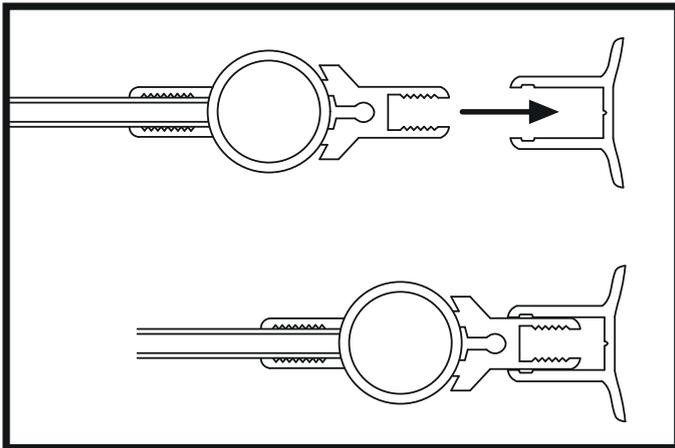

Abbildung 5
10. Stellen Sie sicher, dass das Glas in der richtigen Position innerhalb des Scharnierstangenprofils fixiert ist und dass der Rand des Glases gerade ist. (Abbildung 5)